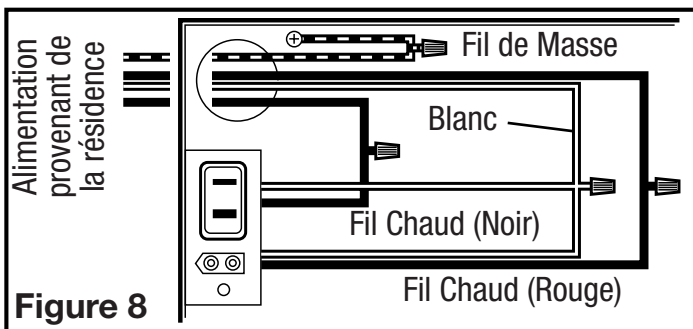

Figure 8
- Par là où vous avez accès à l'intérieur de la boîte de jonction du ventilateur, raccorder un fil blanc de la maison aux deux fils blancs du réceptacle de la lumière du ventilateur et le fil blanc du réceptacle du ventilateur d'évacuation. Raccorder le premier fil noir provenant du commutateur mural au fil rouge du réceptacle de la lumière. Raccorder le second fil noir provenant de la maison vers le réceptacle du ventilateur d'évacuation. Raccorder le fil de mise à la terre de la maison au fil vert de la vis de mise à la terre du ventilateur (Figure 8). Utiliser des méthodes de raccordement approuvées pour toutes les connexions.